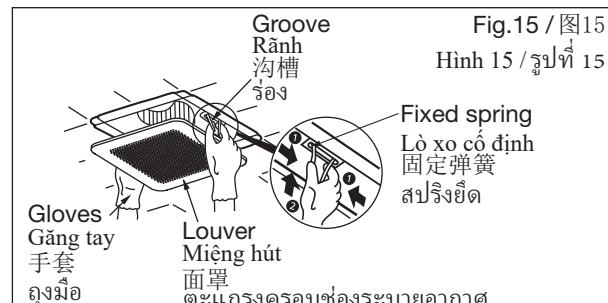

Fig.15 / 图15
① Remove the louver. (Fig.15)
拆下面罩(图15)。